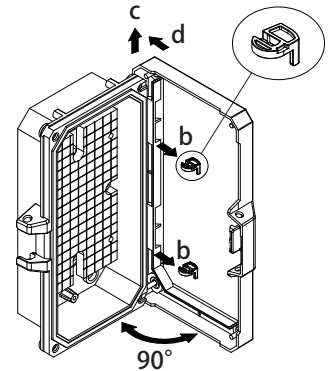

図3 外し方
- ・扉を最大まで開き、扉ホルダー(上下2個)をb方向へ外してください。(図3)
- ・扉を90°の位置まで戻し、扉をc方向に持ち上げ、d方向へ外してください。(図3)